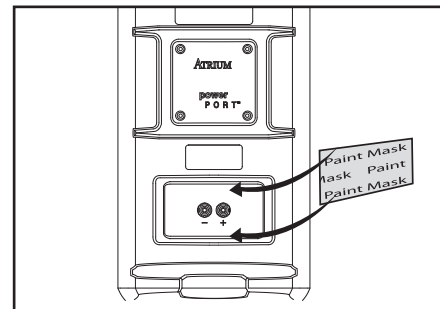
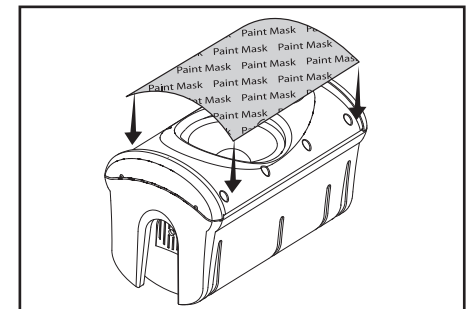

FIGURE 5
FIGURE 6
2. Mask off the binding posts on the back of the speaker [figure 5], the end panels and bracket knobs, and carefully mask off the front of the speakers to protect the drivers and baffles while painting [figure 6]. The grille features an engraved logo pod. You can mask this off or paint right over it.
2. Masquez les bornes situées à l'arrière de l'enceinte [figure 5], les panneaux des extrémités de l'enceinte, puis masquez la surface avant des enceintes avec soin pour protéger les transducteurs et l'écran acoustique lors de l'application de la peinture [figure 6]. Masquez également la portion filetée des boutons et des écrous. La grille est dotée d'un logo—vous pouvez le masquer ou le peindre.